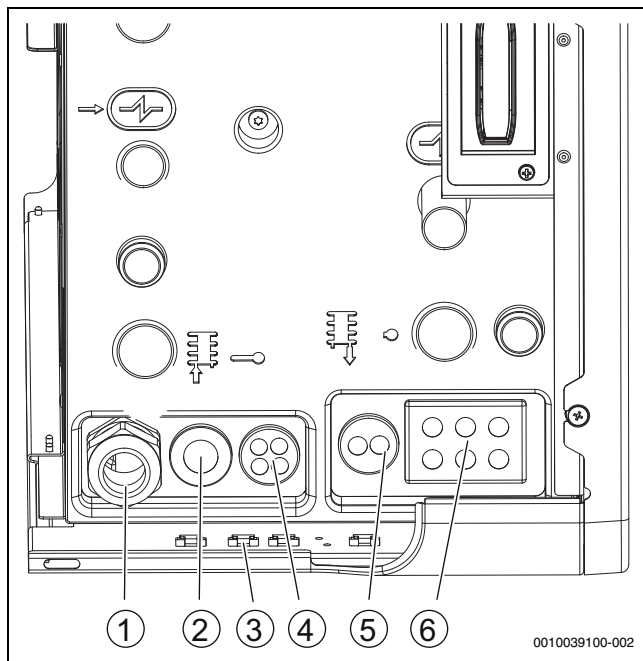
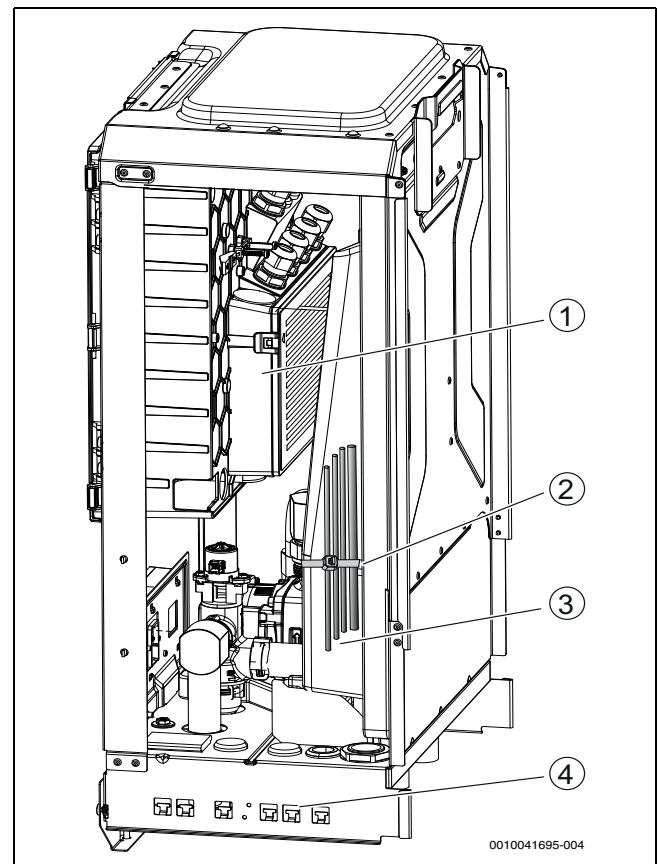

Fig. 31 Entrées de câbles vers l'unité intérieure
Fig. 32 Chemin de câbles
- Fixer les câbles avec des attaches de câbles sur les points de fixation (→ Figure 31, Figure 32 [2], [4]). Éviter de croiser les câbles.
- Acheminer et fixer les câbles dans l'unité intérieure (→ Figure 32).
- Après l'insertion des câbles, serrer le presse-étoupe de câbles (→ Figure 31 [1])